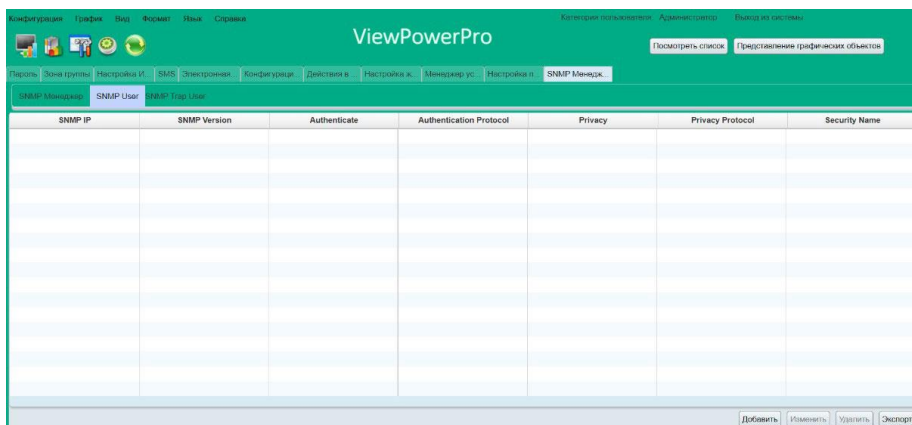

Рисунок 5-16
1. Откройте Configuration/Конфигурация >> SNMP User/Пользователь SNMP. См. рисунок 5-16.